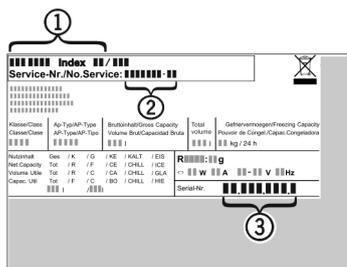

Fig. 15
- ▶ Leggere la denominazione dell'apparecchio Fig. 15 (1), il n° assistenza Fig. 15 (2) e il n° di serie Fig. 15 (3) sulla targhetta identificativa. La targhetta identificativa è situata all'interno
- ▶ Informare il servizio di assistenza e comunicare il difetto, la denominazione dell'apparecchio Fig. 15 (1), il n° assistenza Fig. 15 (2) e il n° di serie Fig. 15 (3) .